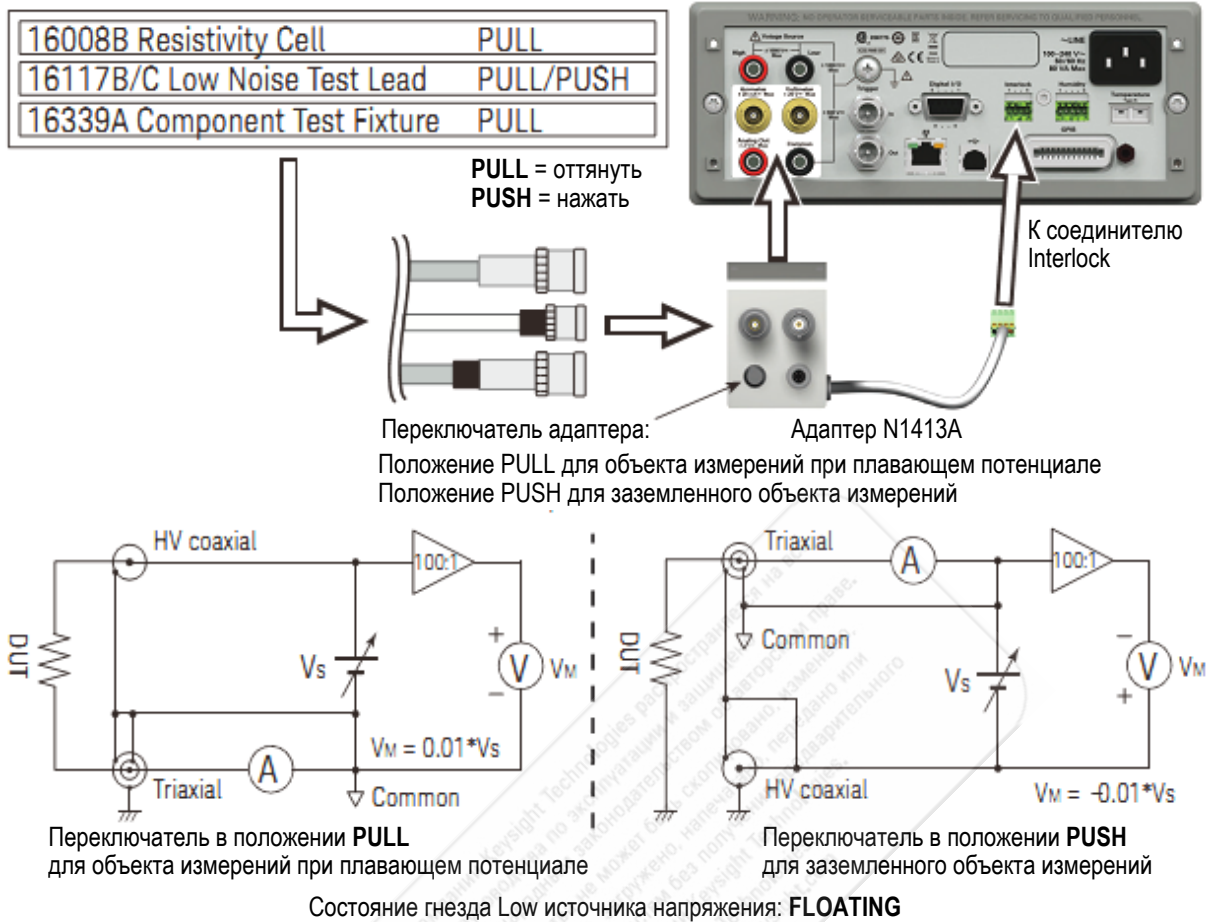

Рис. 3-11 Присоединение принадлежностей для высокоомных измерений с помощью адаптера N1413A
Для применения принадлежностей необходим адаптер Keysight N1413A (присоединение принадлежностей см. на рис. 3-11). Присоедините к прибору адаптер N1413A, затем присоедините к адаптеру нужную принадлежность. Обязательно установите состояние низкопотенциального выхода (Low) источника напряжения на FLOATING.
7. Присоедините объект измерений (резистор). См. рис. 3-11 ÷ 3-15.